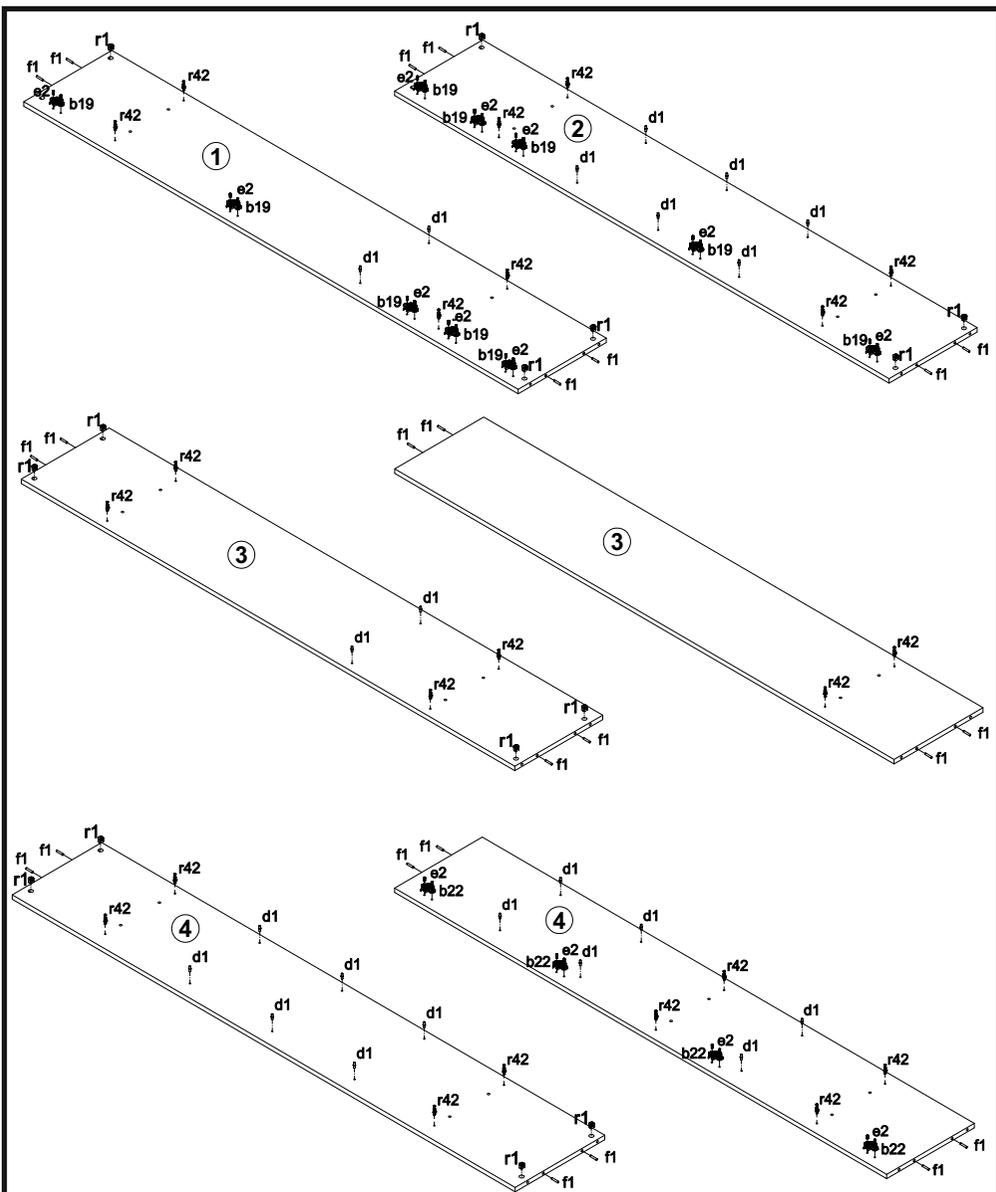
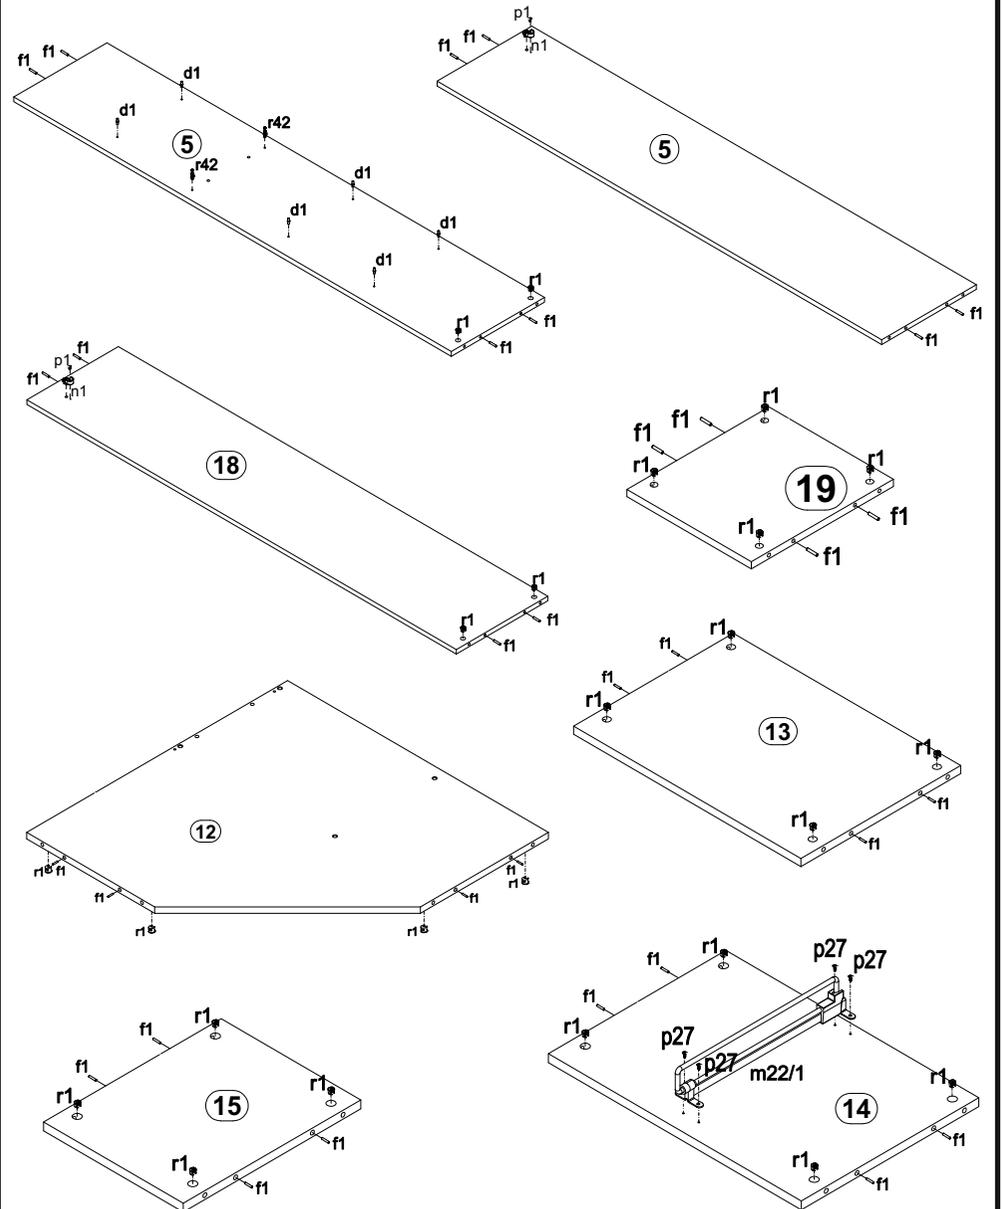

Рисунок 2
Рисунок 3
2. В отверстия Ø8 мм на верхних и нижних кромках стенок боковых 1, 2, стенок средних 3, 4 (см. рис. 2) стенки боковой 5, щитах задних 18, 19, полках соединительных 12, 13, 14, 15 (см. рис. 3) вбить деревянные шканты f1.
3. В отверстия Ø5 мм на внутренних поверхностях стенок боковых 1, 2, стенок средних 3, 4 (см. рис. 2), стенки средней 5 (см. рис. 3) вкрутить винты стяжки r42.
4. В отверстия Ø5 мм на внутренних поверхностях стенок боковых 1, 2 закрепить ответные планки петли b19 еврошурпами e2. На стенке средней 4 закрепить ответные планки петли b22 еврошурпами e2 (см. рис. 2).
5. В отверстия Ø8 мм в стенке средней 5 и щите заднем 18 вставить штангодержатели n1 и закрепить их шурпами p1 (см. рис. 3).
6. В отверстия Ø5 мм на внутренних поверхностях стенок боковых 1, 2, стенок средних 3, 4 (см. рис. 2), стенке средней 5 (см. рис. 3) вставить полкодержатели d1.
7. В отверстия Ø15 мм на стенках боковых 1, 2, стенках средних 3, 4 (см.рис. 2), стенке средней 5, полках соединительных 12, 13, 14, 15, щитах задних 18, 19 (см.рис. 3) вставить стяжки эксцентровые r1.
8. На полке соединительной 14 закрепить штангу выдвигающую m22/1 при помощи шурупов p27 (см.рис. 3).